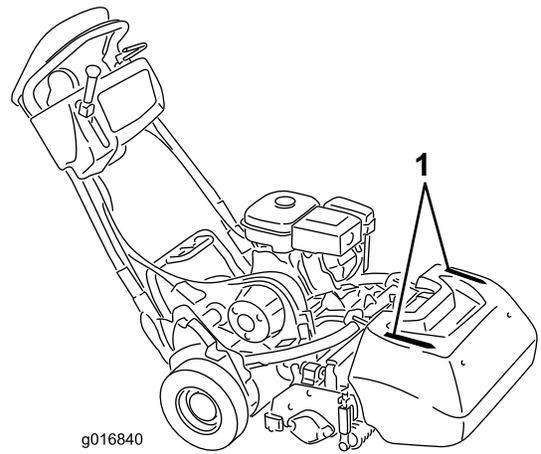

图31
- 为帮助剪草机保持在果岭上的直线操作，且和上一道剪草边缘的距离保持均衡，应使用集草斗上的对准条（图31）。